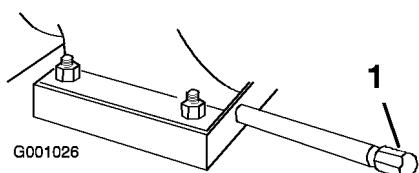

Figure 50
- Nettoyez la surface autour du bouchon de vidange d'huile (Figure 50).